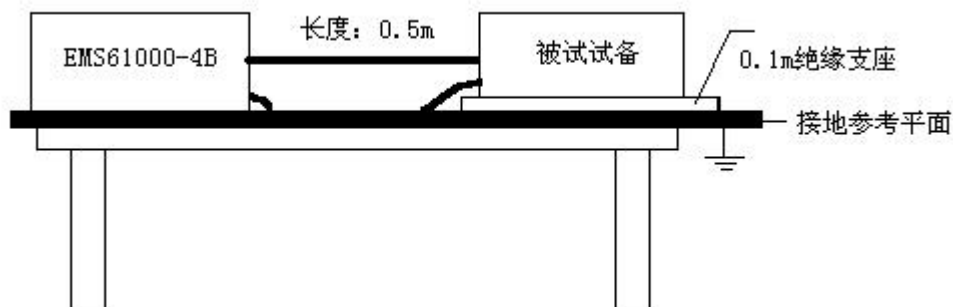

图 5 台式设备的电源线抗扰性试验配置图
7.2.1.2.1 台式设备电源线抗干扰性试验的配置见图5。